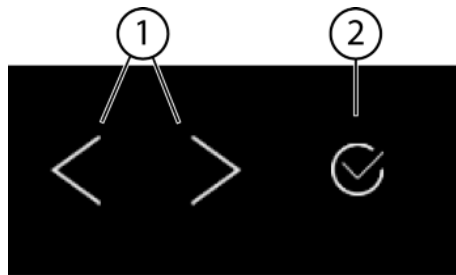
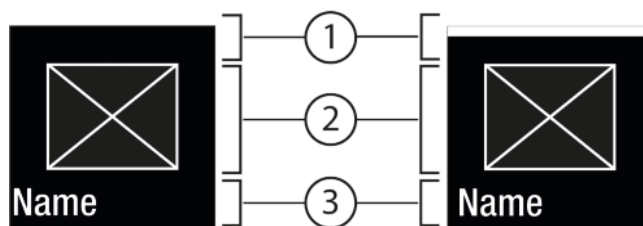
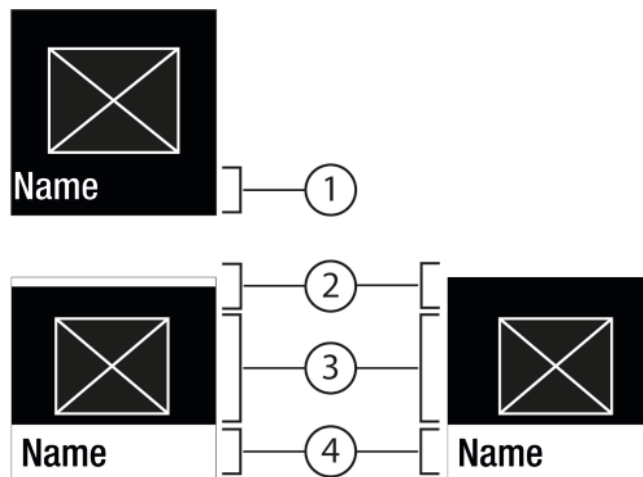

Fig. 5
Fig. 6
Fig. 7
- (1) Navigatiepijl links / rechts
- (2) Bevestigen
Navigatiepijl links / rechts Fig. 5 (1):
Bevestigen Fig. 5 (2):
- Met de navigatiepijl links / rechts Fig. 5 (1) navigeren.
- Met bevestigen Fig. 5 (2) de functie / instelling activeren Fig. 6 (1) / deactiveren Fig. 6 (1).
- Met bevestigen Fig. 5 (2) het submenu Fig. 7 (4) oproepen.
- Nieuwe waarde instellen: Met bevestigen Fig. 5 (2) een gedeactiveerde waarde Fig. 6 (1) selecteren.
- Terug naar het menu: Met bevestigen Fig. 5 (2) de al geactiveerde waarde Fig. 6 (2) selecteren.
- ▶ Druk zo vaak op de navigatiepijlen *Fig. 5 (1)* tot de wordt weergegeven.
- ▶ Bevestigen *Fig. 5 (2)* indrukken.
- ▶ Druk zo vaak op de navigatiepijlen *Fig. 5 (1)* tot de reinigingspositie wordt weergegeven.
- ▶ Met de navigatiepijlen *Fig. 5 (1)* de instelwaarde kiezen.
- ▷ Status: geactiveerd *Fig. 6 (1)* wordt kort op het submenu *Fig. 7 (4)* weergegeven.
- ▶ Navigatiepijlen *Fig. 5 (1)* zo vaak indrukken totdat instellingen  wordt weergegeven.
- ▶ Druk zo vaak op de navigatiepijlen *Fig. 5 (1)* tot de gewenste instelling wordt weergegeven.
- ▶ Bevestigen *Fig. 5 (2)* 3 seconden lang indrukken.